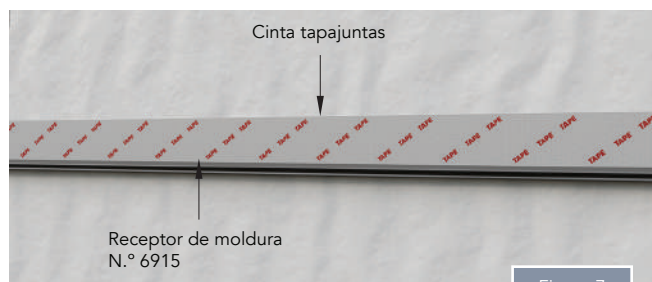

Figura 7
- Proteger con tapajuntas a lo largo del reborde de clavos del receptor de moldura para controlar el agua (como lo haría alrededor de puertas y ventanas) (Figura 7).